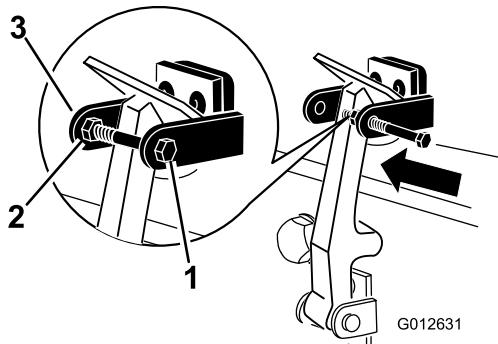

Bild 15
7. Schrauben Sie die Schraube in den anderen Arm der Motorhaubenhalterung, um den Riegel zu arretieren (Bild 15). Ziehen Sie die Schraube (nicht die Mutter) an.